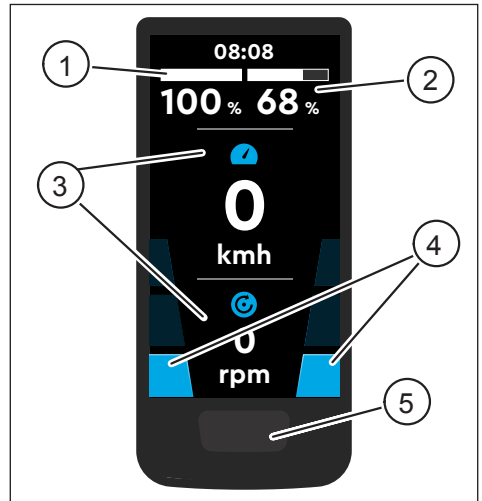
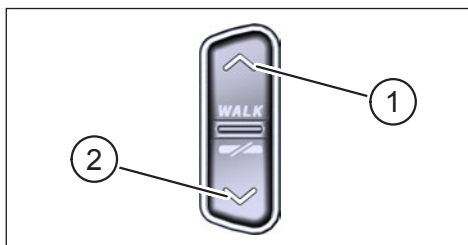

Fig. 1: Bediening en indicator componenten op Display
Fig. 2: Bediening op de Remote
Pos. in Fig. 1	Beschrijving
Pos. in Fig. 2	Beschrijving
- ▶ Houd de knop op de Display (Pos. 5 in Fig. 1) en de knop DOWN op de Remote (Pos. 2 in Fig. 2) minstens 5 seconden ingedrukt.
- ▶ Met een dubbele klik op op de knop op de Display (Pos. 5 in Fig. 1) schakelt u naar de volgende schermweergave.